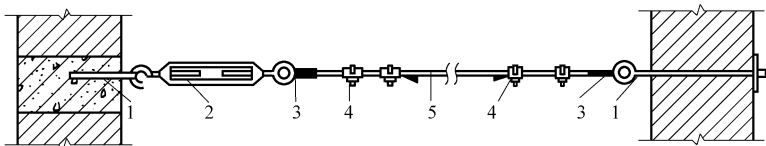

图 4-12 钢索配线示意图
3) 将钢索架设到固定点处，并用花篮螺栓将钢索拉紧，如图 4-12 所示。